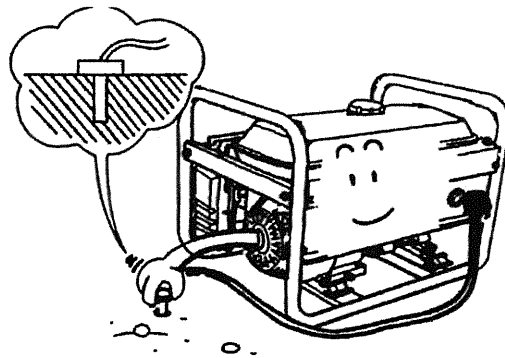

Fig. 21
- Mantener el generador propiamente en tierra para evitar descargas eléctricas. (Figure 21)